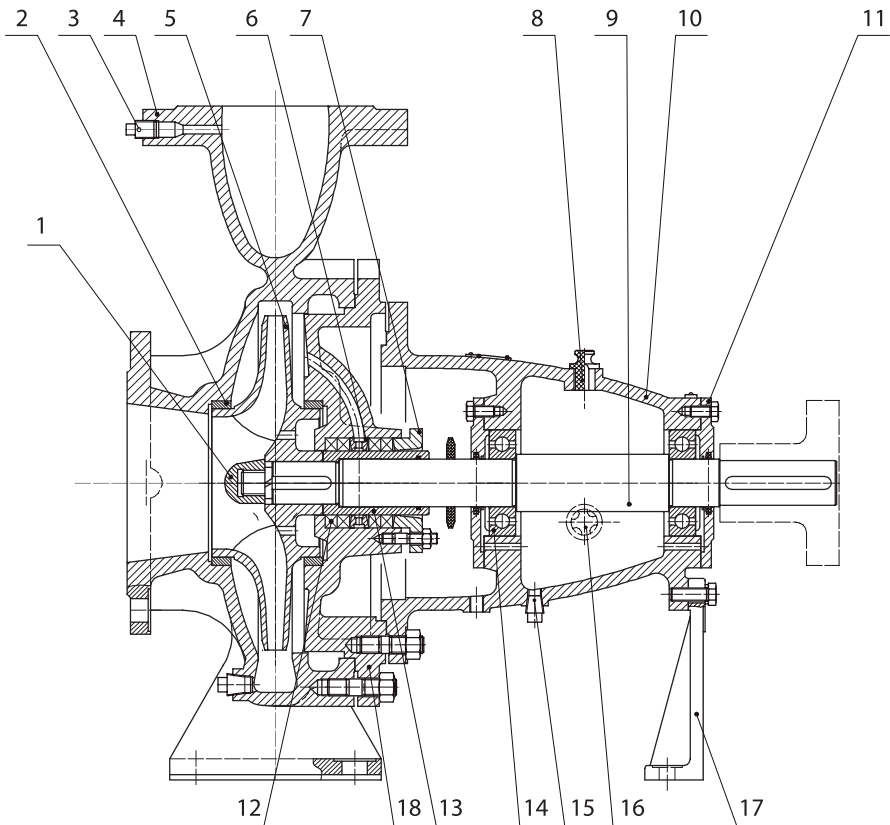

Рисунок 1. Насос консольный К с сальниковым уплотнением (С и СД)
-	UCB250R(S) 3PT4S0000C 00175	ITH220K N0180S	-	IMC150 22NS X220
1.4.1 Насосы типа К – центробежные, горизонтальные, консольные, с одинарным или двойным сальниковым уплотнением вала. Корпус насоса (рис.1 поз.4) представляет чугунную отливку, в которой выполнены входной и выходной патрубки, спирально-кольцевой отвод и опорные лапы. Входной патрубок расположен по оси вращения, выходной патрубок направлен вертикально вверх и расположен в одной плоскости с осью вращения. К корпусу насоса крепится крышка корпуса (рис.1 поз.18), которая соединяется с опорным кронштейном (рис.1 поз.10).
1.4.4.1 Опорами вала служат два радиальных подшипника (рис.1 поз.14), установленных в опорном кронштейне (рис.1 поз.10), смазка подшипников осуществляется маслом, которое заливается непосредственно в опорную стойку через отверстие сверху (рис 1 поз.8), уровень масла контролируется через смотровое окно (рис. 1 поз.16), на боковой поверхности стойки. Подшипники смазываются маслом типа И-20 или аналогичным. Замена масла требуется после начала работы через 200 часов, а в дальнейшем через каждые 3000 часов работы.
В качестве уплотнения вала используется набивка сальниковая (рис.1 поз.12) типа АП-31 или ХБП-31 ГОСТ 5152-84, а также одинарное торцевое уплотнение. На насосах типа С устанавливается не менее 4 колец, на насосы типа СД не менее 5 колец набивки. Размер сечения набивки и примерный расход на одно кольцо приведены в таблице 3.